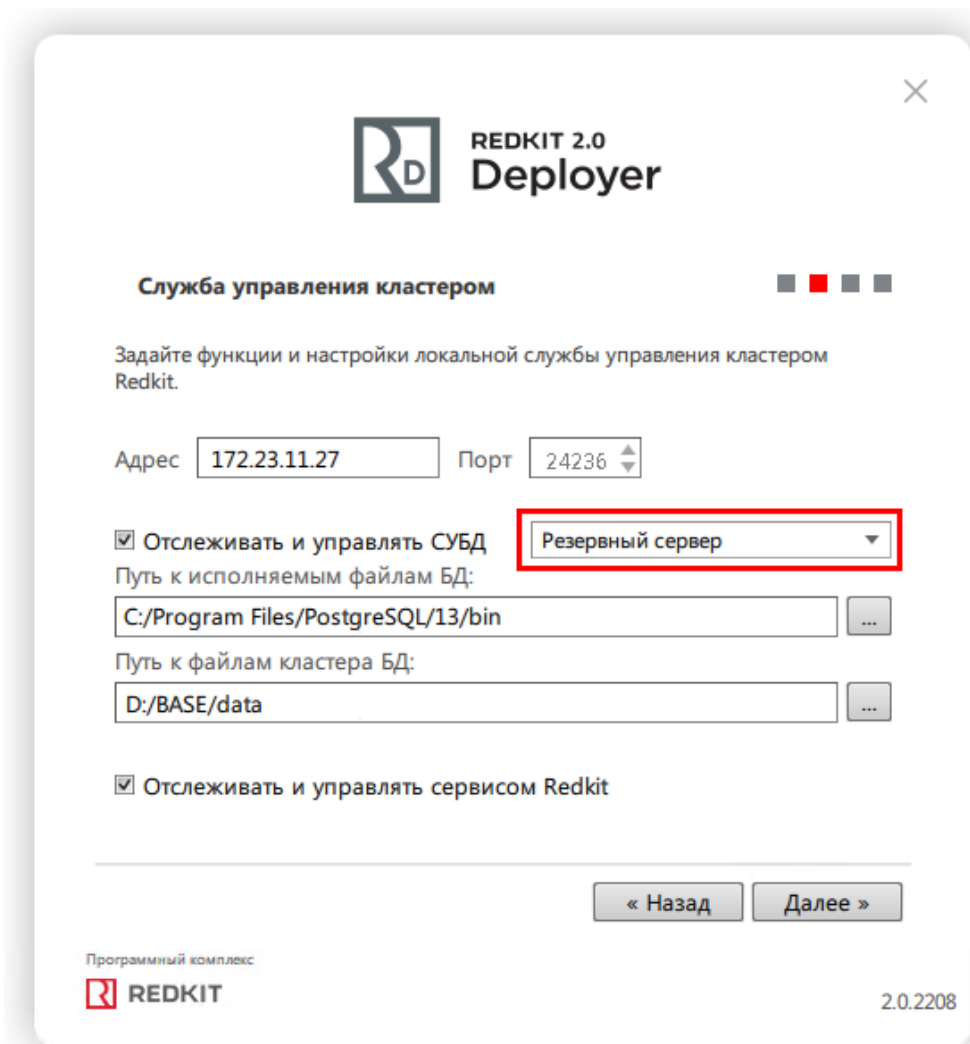

Рисунок 58 - Служба управления кластером
6. Укажите настройки службы управления кластера Redkit согласно Таблице 10 и нажмите **Далее** (Рисунок 58).